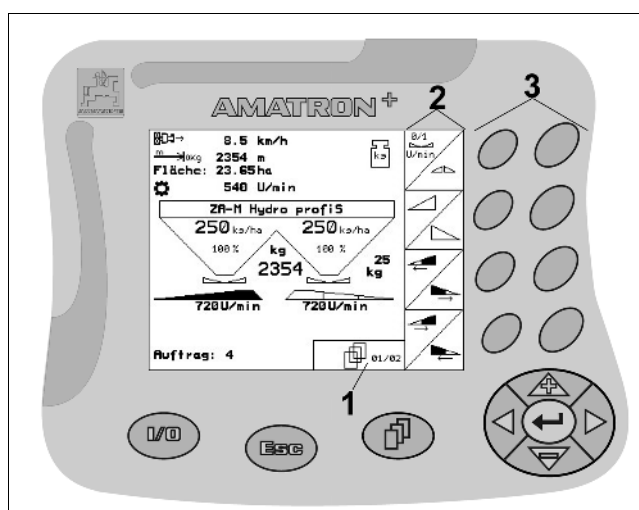
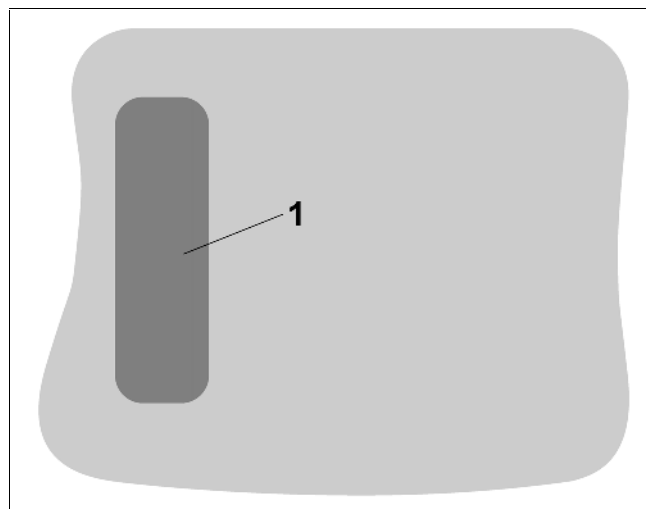

Рис. 9
Рис. 10
-  - „Перелистывание“ на другие страницы меню (возможно только тогда, когда на дисплее появляется символ „перелистывания“ (Рис. 9/1))
с обратной стороны устройства (Рис. 10/1), в рабочем меню / меню заказов появляются другие функциональные поля (Рис. 11) и соответствующим образом меняется распределение функциональных клавиш (Рис. 9/3).